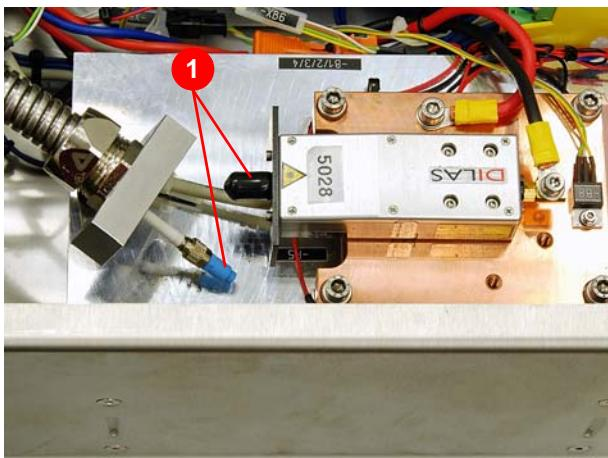

Abbildung 7.59 Glasfaserleitung vom Diodenmodul abklemmen
6. Staubschutzkappen auf die Glasfaser und den Anschluß am Diodenmodul (1) (Abbildung 7.59) anbringen.